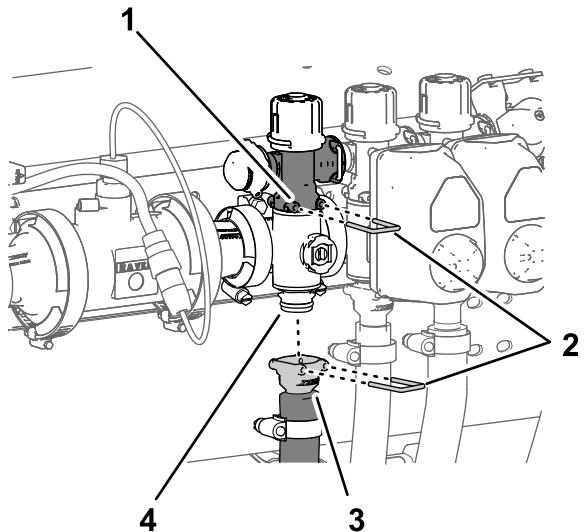

Figura 120
8. Monte el acoplamiento rápido de la manguera de sección en el acoplamiento rápido del distribuidor de la válvula de sección con la grapa (Figura 120).